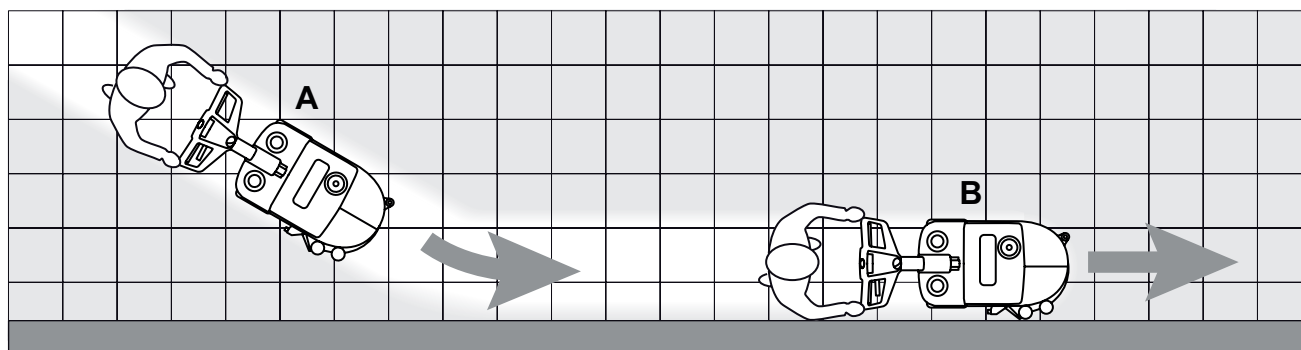

Figura 2
*Para evitar danificar a superfície de pavimento tratado, não utilize a escova a seco e, quando a máquina permanecer parada, pare a rotação da escova/feltro através das alavancas (39).*
*Antes de levantar a escova/feltro, pare a rotação soltando as alavancas (39).*
*Para uma lavagem/secagem correcta dos pavimentos nos bordos das paredes, a Advance sugere aproximar-se com o lado direito da máquina como representado na figura 2.*